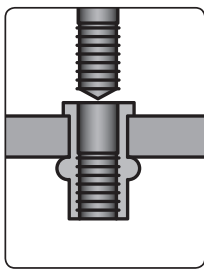

Fig. 7
7) A continuación, cambie la rotación al sentido antihorario, suelte el adaptador para remaches de forma que pueda girar y ponga en marcha el taladro para sacar el eje del adaptador de la tuerca de remache (Fig. 7).